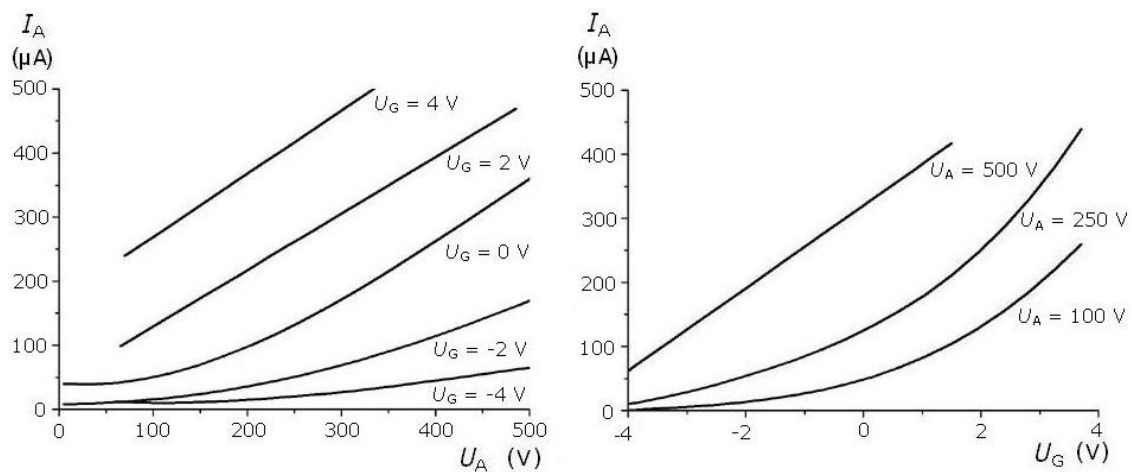

Fig. 2 Linhas de reconhecimento de tríodos
- Linhas de reconhecimento $I_A - U_A$: determinar a corrente anódica em função da tensão anódica para tensões de grade constantes e representar graficamente os pares de valores (veja fig. 2).
- Linhas de reconhecimento $I_A - U_G$: determinar a corrente anódica em função da tensão anódica para tensões de grade constantes e representar graficamente os pares de valores (veja fig. 2).